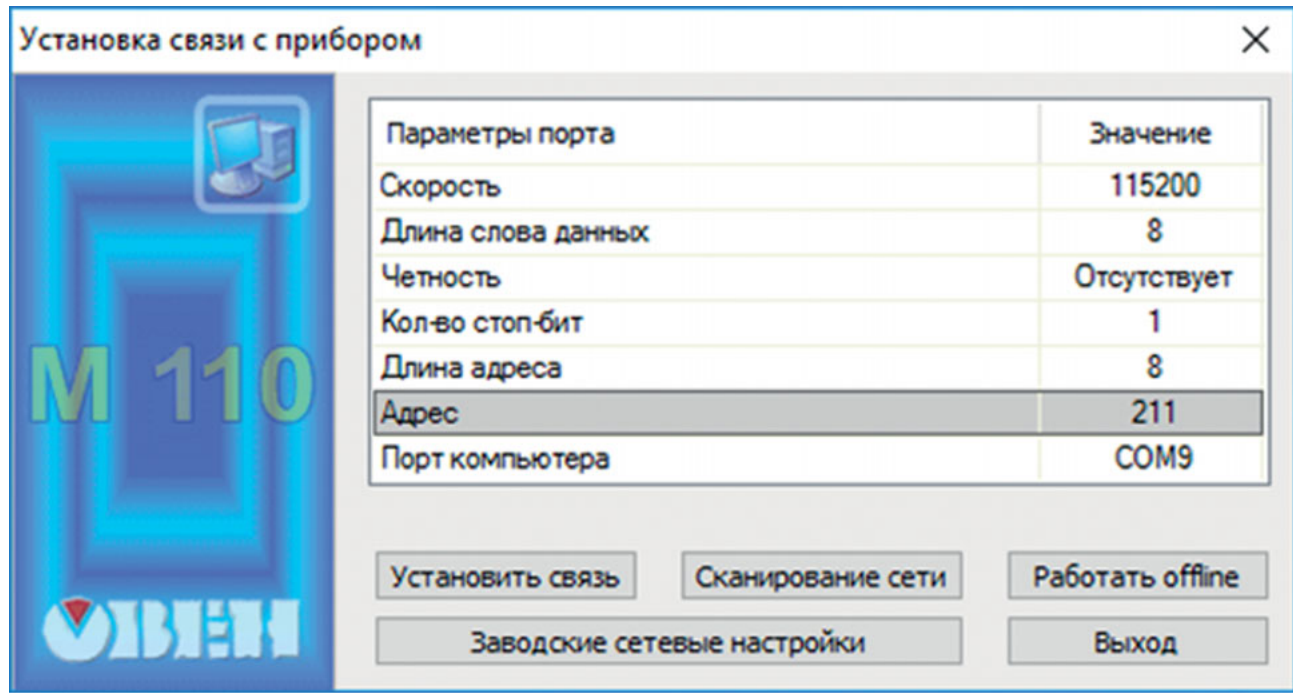

Рисунок 34. Установление связи с прибором
3. Установить связь с прибором, нажав на «Заводские сетевые настройки» при первичной настройке прибора или «Установить связь», выбрав необходимые сетевые настройки при повторном конфигурировании прибора, см. Рисунок 34.